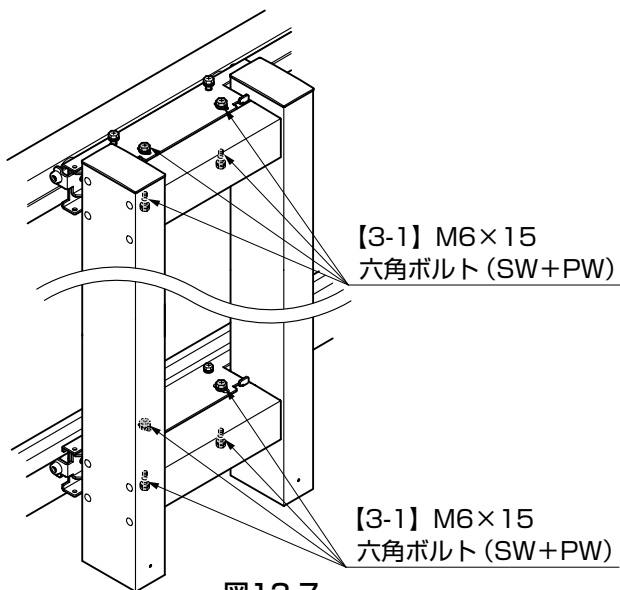

図13-7
④引戸本体が受け側に正確に納まることが確認できたら【3-1】をしっかりと締め、固定してください。(図13-7参照)